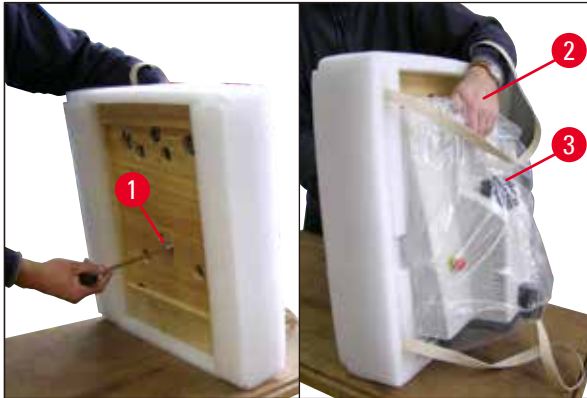

Bild. 5
- Vinkla instrumentet inklusive basplattan (→ Bild. 5) - håll instrumentet med en hand i urtaget (→ Bild. 5-2) för buffertbrickan! Lyft eller håll ALDRIG instrumentet i skärhuvudet (→ Bild. 5-3)! Skruva loss skruven (→ Bild. 5-1) med den medföljande sexkantnyckeln (storlek 8) och ta bort basplattan.